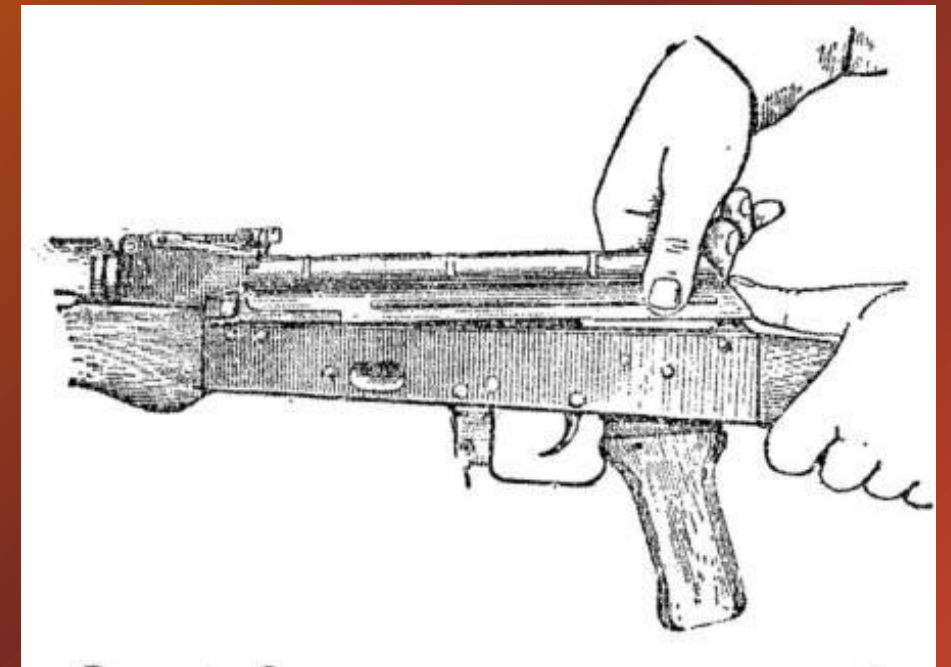

Рис. 5. Отделение крышки ствольной коробки
4) Отделить крышку ствольной коробки.левой рукой обхватить шейку приклада, большим пальцем этой руки нажать на выступ направляющего стержня возвратного механизма, правой рукой приподнять вверх заднюю часть крышки ствольной коробки (рис. 5) и отделить крышку.